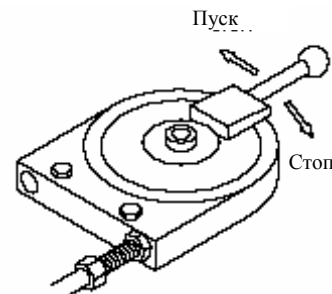

Рисунок 1
- 1) Установить рычаг числа оборотов (рис.1) в положение Пуск (START).